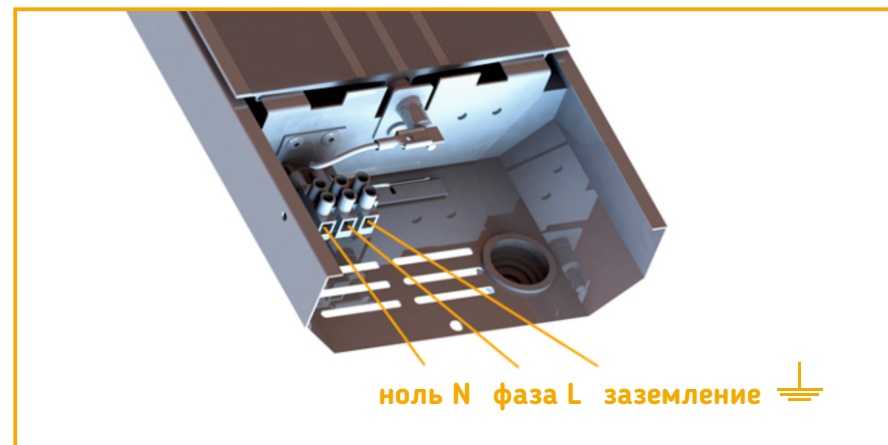

Рис. 3. Расположение клеммной колодки для подключения к сети
- ✓ Для подключения инфракрасного обогревателя необходимо снять крышку (со стороны кабельного ввода). При снятии крышки можно обнаружить клеммную колодку, (с зажимами для фазного, нулевого провода и для зажима заземления рис.3), предназначенную для подключения к сети питания. Подключение обогревателя к сети можно произвести согласно схемам, указанным в приложении А